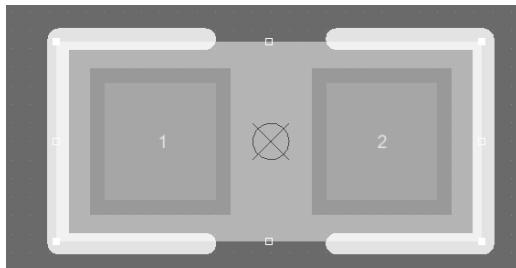

图 6-42 绘制 3D 元件体
(4) 按照实际尺寸绘制 0603C 的边框（自绘制的一般是颜色丝印本体绘制即可），如图 6-42 所示，绘制好的网状范围即 0603C 的实际尺寸。